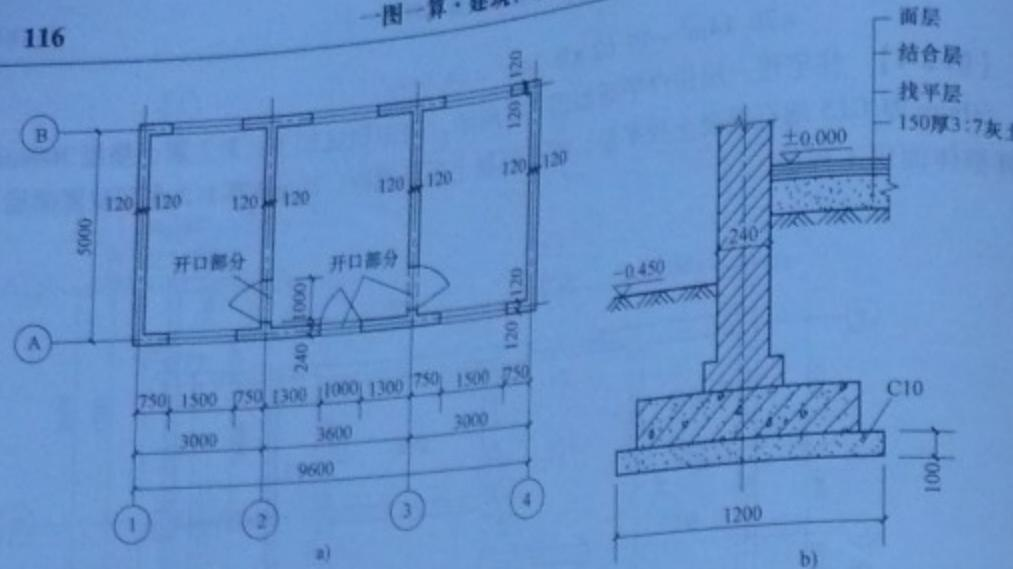

图 2-5 某房屋平面及基础剖面图
**【例 2-5】** 计算图 2-5 所示房屋的花岗岩地面面层工程量。